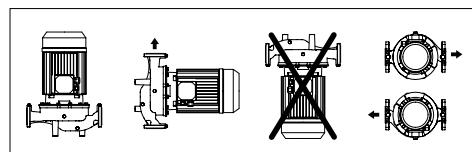

FIG 2: Instalação do motor $\leq 7.5\text{ kW}$ 2 polo e $\leq 1.1\text{ kW}$ 4 polo
- As bombas podem ser instaladas no momento da entrega ou do retorno e na posição horizontal e vertical, desde que o motor nunca seja colocado abaixo da bomba para evitar fugas de água para o motor ou roamentos (FIG 2) (Note que a instalação vertical é possível para $\leq 7.5\text{ kW}$ 2 polos e $\leq 1.1\text{ kW}$ 4 polos)